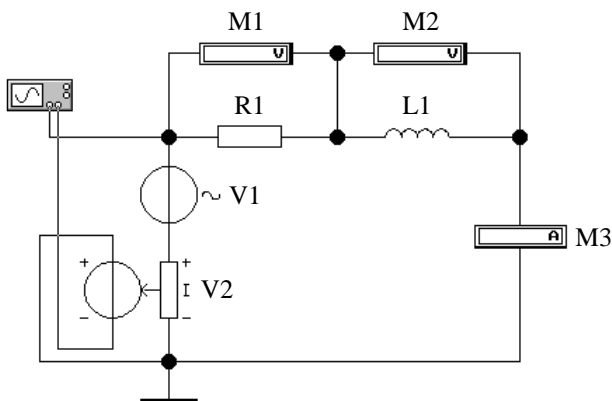

Рис. 3
3.1. Соберите схему для исследования последовательной RL -цепи (рис. 3). Независимый источник напряжения $V1$, источник напряжения управляемый током (ИНУТ) $V2$ и символ заземления находятся в группе «Sources» (второй ряд сверху на панели инструментов), вольтметры $M1$, $M2$ и амперметр $M3$ – в группе «Indicators», сопротивление $R1$ и индуктивность $L1$ – в группе «Basic», осциллограф – в группе «Instruments».